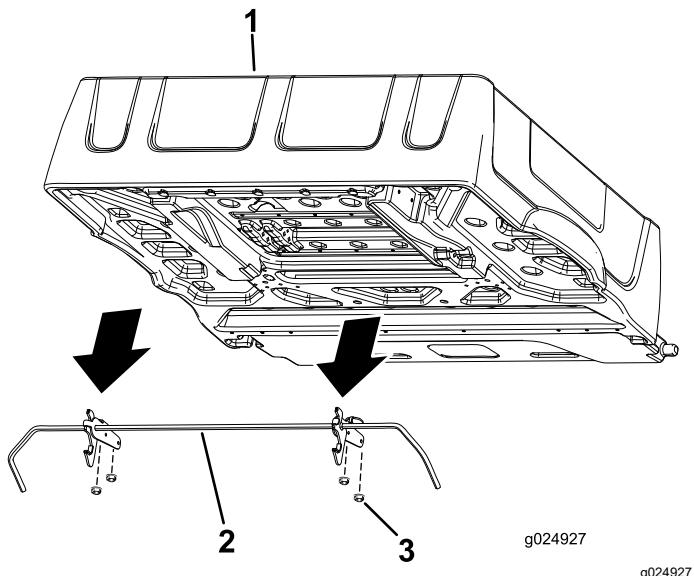

図 4
7. ラッチロッドブラケットを荷台の裏側に固定しているフランジナット4個を外す図 4。